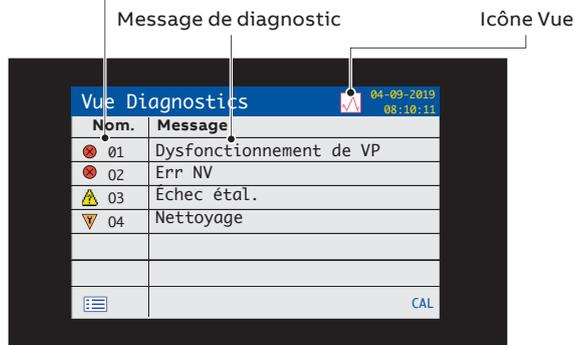

Figure 7 Vue Diagnostics
- **Vue Diagnostics** – affiche une liste des messages de diagnostic actifs, identifiés par leur priorité et leur message – voir Figure 7